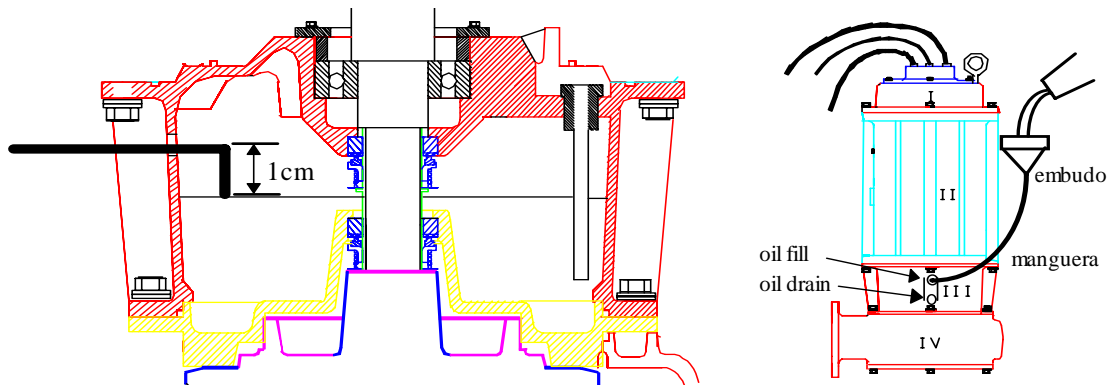

Fig. 4. ↑Medición del nivel y suministro del aceite en la cámara de los sellos de las bombas de la serie AFP con motor FRAME 250 y FRAME 320.
**Cámara de los sellos** - Colocar la bomba en posición vertical, remover el tapón OIL FILL. El nivel de aceite debe estar a 1 cm aproximadamente por debajo de la rosca de este tapón; para medir dicho nivel se puede utilizar una pequeña vara metálica en forma de L introduciéndola por la rosca del tapón. Si es necesario agregar aceite, introducir por el orificio roscado del tapón OIL FILL uno de los extremos de una manguera de menor diámetro que el orificio de la rosca y llenar con aceite hasta el nivel requerido con la ayuda de un embudo conectado en el otro extremo de la manguera. Colocar de nuevo el tapón revestido con teflón. La cámara de los sellos debe contener seis (6) litros de aceite. Ver la Fig. 4.